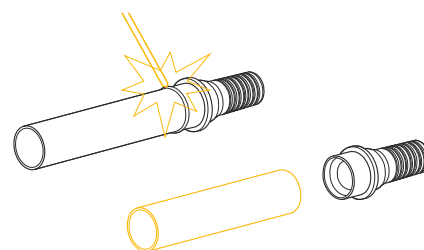

Рис. 4.6.1
1. Перед проведением монтажных работ ко втулке обжимного фитинга должен быть приварен отрезок стальной трубы длиной не менее 400 мм (рис. 4.6.1).